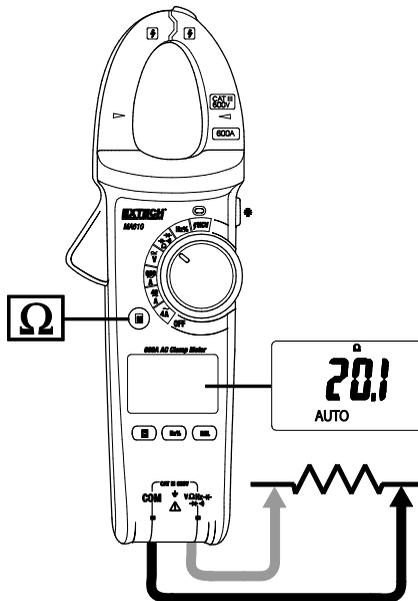

图 4 - 电阻测量
3. 将黑色测试导线的香蕉插头插入负极 (COM) 的插孔中。将红色测试导线的香蕉插头插入红色 ( $\Omega$ ) 插孔中。参见图 4。